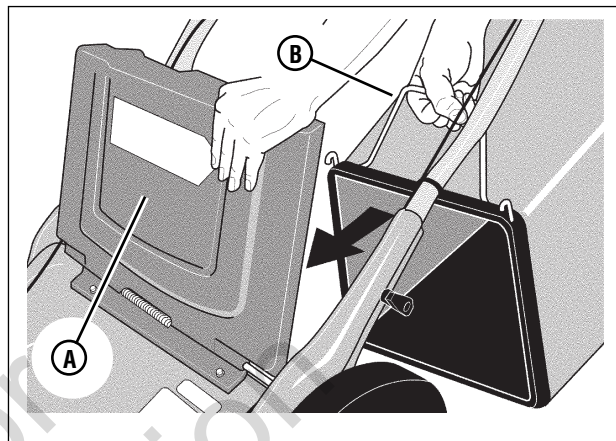

Figure 11 : Installation du sac à herbe
1. Levez la porte arrière d'évacuation (A, Figure 11).